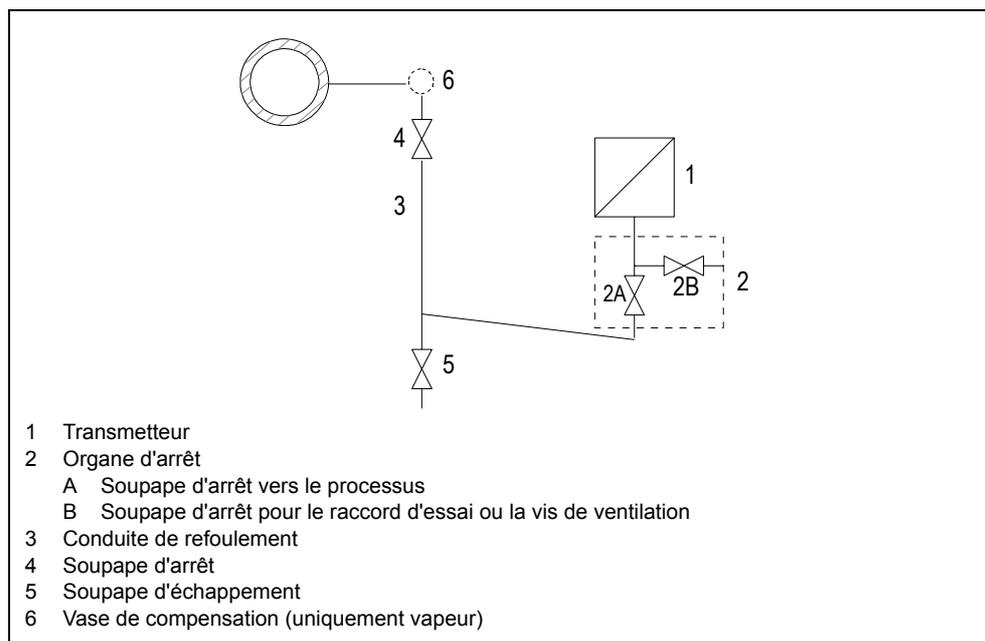

Figure 54 Mesure de vapeur
1. Ouvrez la soupape d'arrêt (Figure 54, p. 98, 2B).
2. Appliquez au transmetteur la pression qui correspond au début de mesure par le raccord d'essai de l'organe d'arrêt (2).
5. Ouvrez la soupape d'arrêt (4) sur la tubulure de prise de pression.